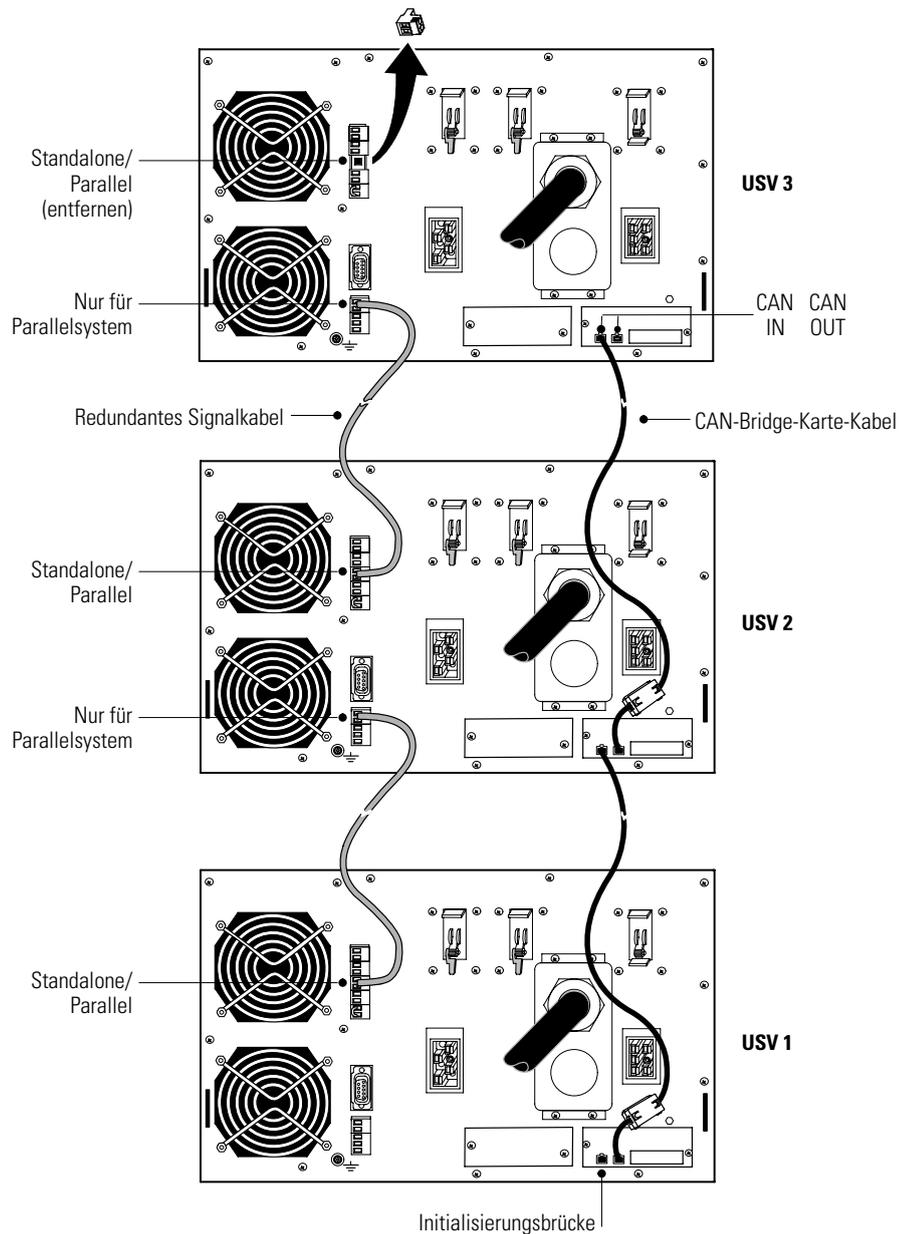

Abbildung 43. Typische CAN-Bridge-Karte und redundante Signalverkabelung
9. Überprüfen, ob die mitgelieferte Initialisierungsbrücke im CAN IN-Port auf der ersten USV eingesetzt ist (USV 1 in Abbildung 43).
10. Mithilfe der mitgelieferten Steckverbindungen ein CAN-Bridge-Karten-Kabel an jeder USV anschließen, wie in Abbildung 43 dargestellt. Den CAN OUT-Anschluss an der einen USV mit dem CAN IN-Anschluss auf der nächsten verbinden.
HINWEIS Sie können das Parallelsystem so konfigurieren, dass sich USV 1 im Rack ganz unten (wie in Abbildung 43 dargestellt) oder ganz oben befindet.
12. Schließen Sie an jeder USV ein redundantes Signalkabel zwischen den Klemmen „Nur für Parallelsystem“ und „Standalone/Parallel“ an, wie in Abbildung 43 dargestellt. Entfernen Sie die bestehenden Klemmenleisten-Steckverbindungen, bevor Sie das Kabel anschließen.
13. Die Standalone/Parallel-Steckverbindung aus der Klemmenleiste von der letzten USV entfernen (USV3 in Abbildung 43).